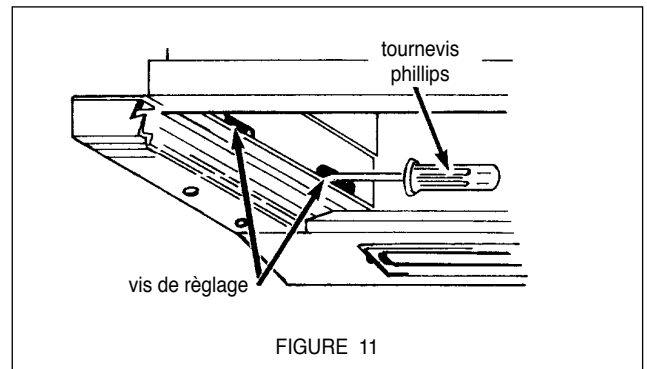

FIGURE 11
7. Régler la bande avant de la hotte, au besoin. Le système de fixation est conçu pour faciliter un alignement approprié entre l'armoire et la hotte. La bande avant et le cadre de la hotte s'ajusteront jusqu'à 3/8 po vers le haut ou le bas et jusqu'à 3/4 po de l'avant vers l'arrière. Ne pas régler plus que les mesures spécifiées. Deux vis de réglage sont situées de chaque côté de la hotte, tel qu'il est illustré à la FIGURE 11. Utiliser un tournevis Phillips et tourner dans le sens contraire des aiguilles d'une montre pour desserrer. Une fois la bande avant ajustée, resserrer les vis.